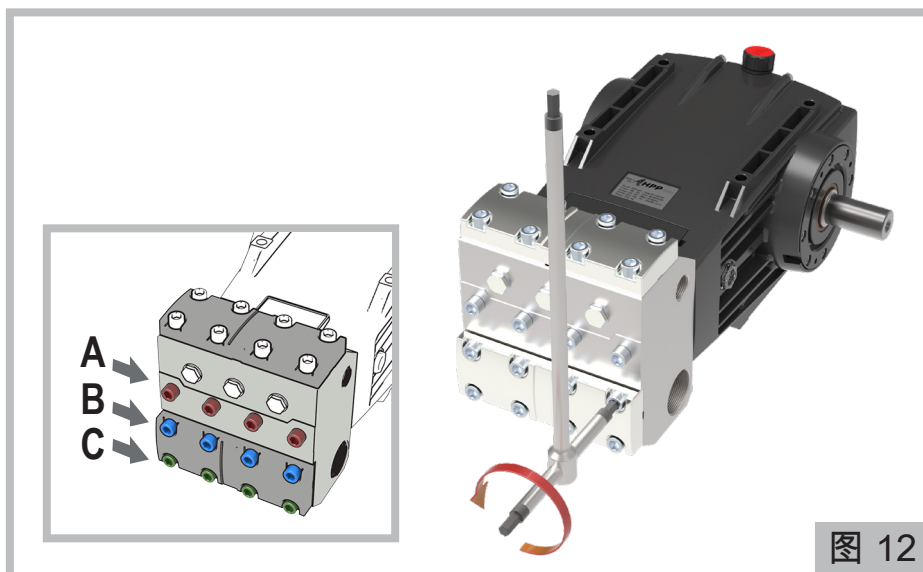

图 12
- a) 用12mm内六角扳手把4个螺丝C松开一圈，并完全拧下8个螺丝A和B（详见图12）。